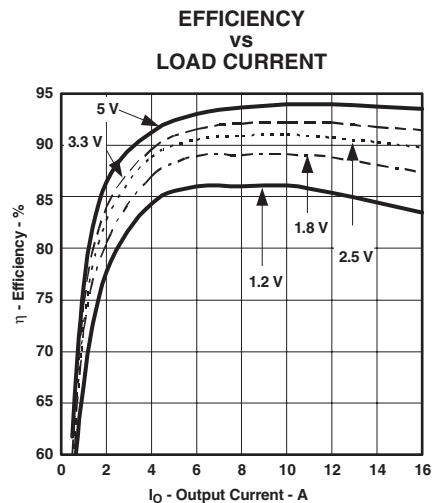
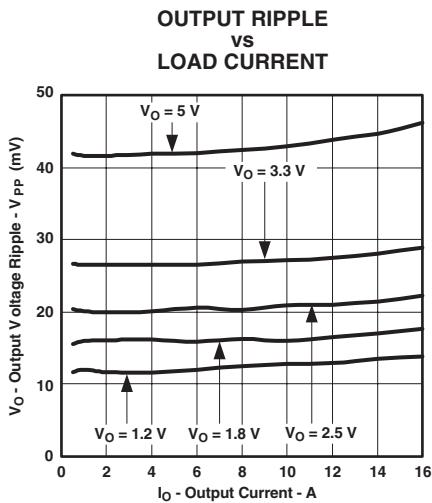
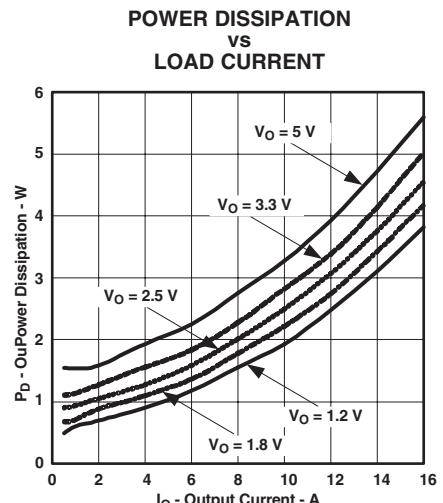

図 1
図 2
図 3
(1) この電気的特性データは、実際の製品を25°Cでテストして得られたものです。このデータはコンバータの代表的特性と考えられます。以上は図1、図2、図3に適用されます。